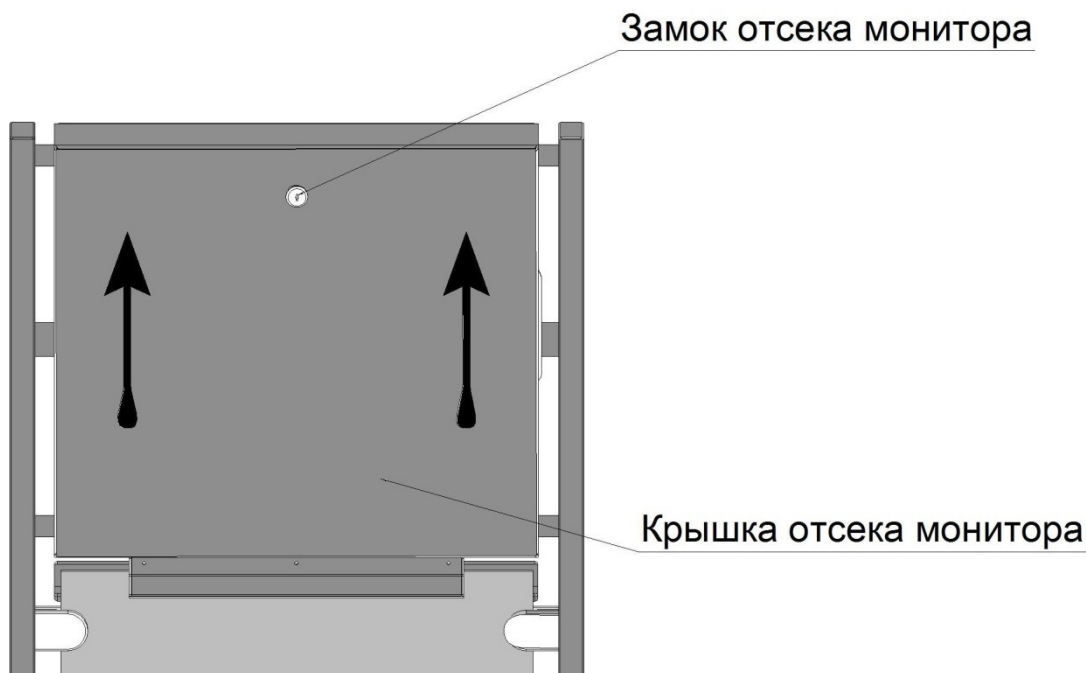

Рис.5 Доступ в отсек монитора
2. С силой подать крышку вверх (рис. 5).